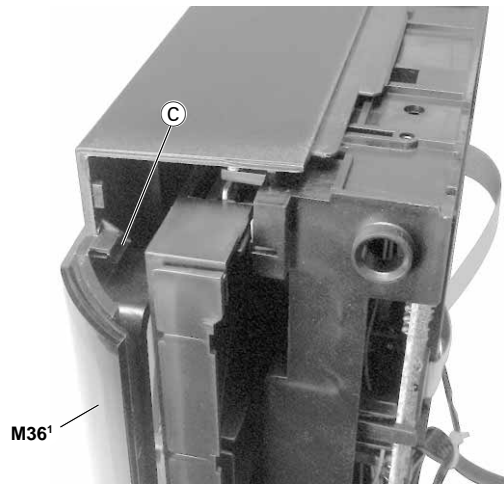

Fig. 5
- Die 4 Rastnasen **C** austrasten und das Fenster **M36**1 abnehmen (Fig. 5, 6).
- Disengage 4 catches **C** and take out window **M36**1 (Fig. 5, 6).